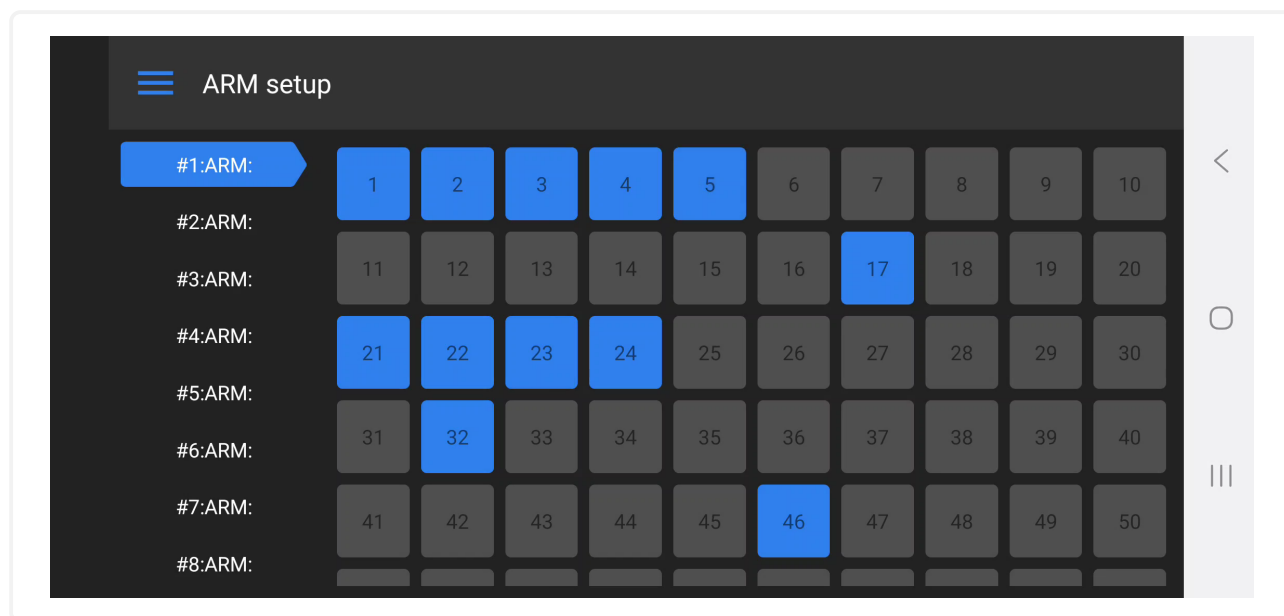
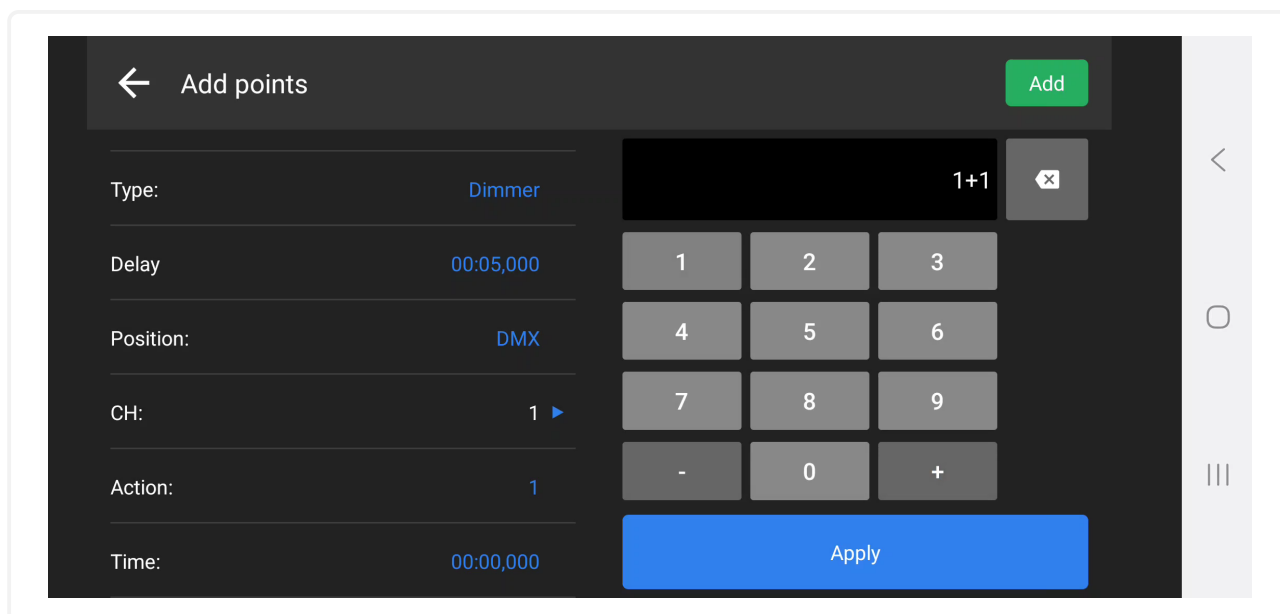

Рис. 71: Экран установки разрешенных каналов DMX при управлении оборудованием с пульта
Рис. 72: Установка позиции **DMX** в управлении оборудованием
3. Установите каналы (от 1 до 512) по которым будет происходить управление оборудованием по DMX протоколу (см. рис. 71)
4. В программах управления оборудованием настройте выбранные каналы (см. рис. 72 на следующей странице) и установите позицию в значении DMX.
Если выполнить настройку программы (см. рис. 72) и установить позицию **DMX**, но при этом в настройках **ARM Setup** не установить разрешенными каналы, по которым будет идти управление (см. рис. 71 на предыдущей странице) оборудование не сможет получать команды с пульта.